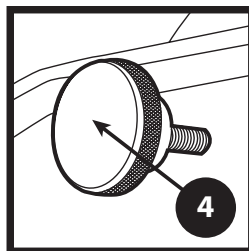

FIGURE 8
- ❶ SUPPORT DE TRAVAIL
- ❷ BRAS DE SUPPORT DE TRAVAIL
- ❸ LEVIER DE VERROUILLAGE D'ACCESSOIRE
- ❹ BOUTON D'AJUSTEMENT DE POSITIONNEMENT
3. Démarrer le moteur en plaçant l'interrupteur de marche-arrêt à la position de marche (ON). La bande devrait tourner librement en sens antihoraire autour des roues d'acheminement de la bande de la machine. Si une de ces conditions n'est pas respectée, arrêter immédiatement la machine.
- a. Si la bande abrasive ne demeure pas au centre de la roue de contact pendant le mouvement de la courroie, utiliser le bouton d'ajustement de positionnement (Figure 8) situé du côté supérieur gauche de la machine pour ajuster le positionnement de la bande. La bande se déplace vers la gauche lorsque le bouton est tourné en sens horaire et la bande se déplace vers la droite lorsque le bouton est tourné en sens antihoraire.